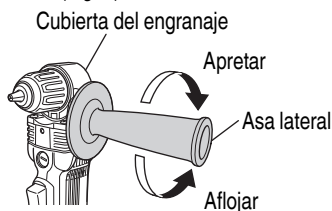

Fig. 7
3. Instalación del asidero lateral. Atornille el asidero lateral a la cubierta del engranaje firmemente (Fig. 7)